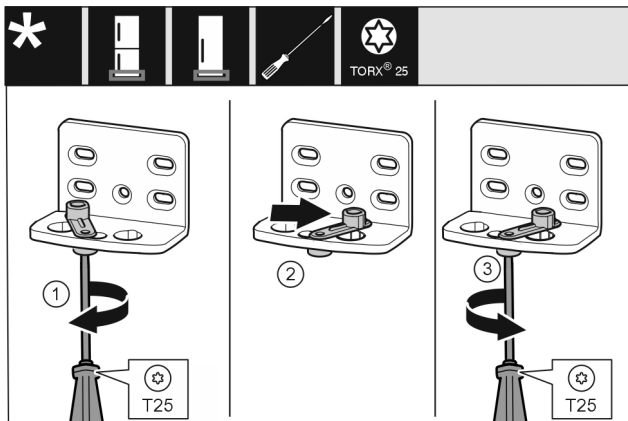

Fig. 11
- ▶ Atlaisvinkite varžtą atsuktuvu T25. *Fig. 11 (1)*
- ▶ Pakelkite pagalbinį durų uždarymo įtaisą ir 90° kampu pasukite į dešinę kiauromėje. *Fig. 11 (2)*
- ▶ Tvirtai prisukite varžtą atsuktuvu T25. *Fig. 11 (3)*